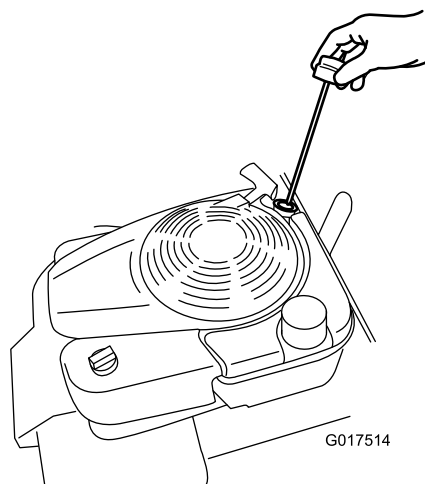

Рисунок 6
2. Извлеките щуп, повернув крышку против часовой стрелки и вытянув ее (Рисунок 6).
5. Определите уровень масла по отметкам на щупе (Рисунок 6).